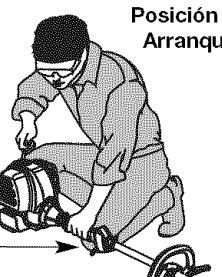

Fig. 12
WARNING: Avoid accidental starting. Make sure you are in the starting position when pulling the starter rope (Fig. 12). To avoid serious injury, the operator and unit must be in a stable position while starting.
6. Agáchese en posición de arranque (Fig. 12). Oprima la traba del regulador hacia adentro y apriete la palanca de control del regulador. Hale el cordón de arranque 5 veces.